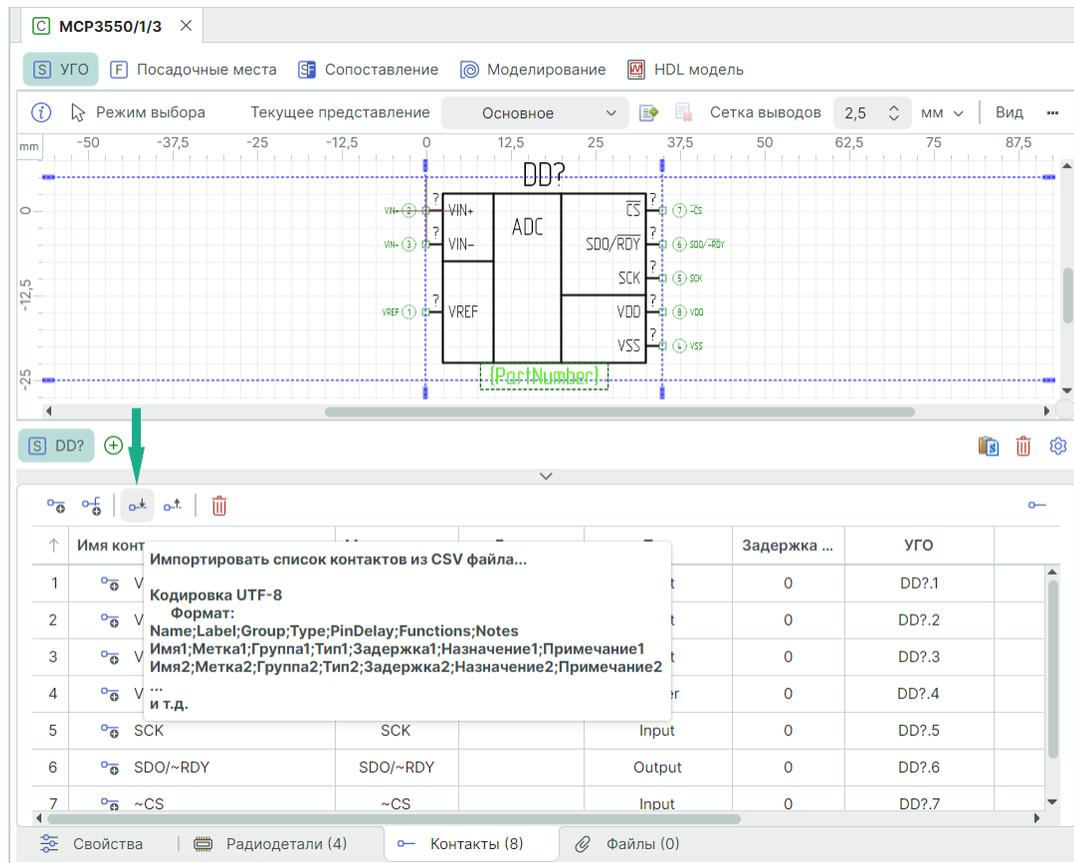

Рис. 277 Импорт контактов
1. Нажмите символ «Импортировать список контактов из CSV файла...», см. Рис. 277.